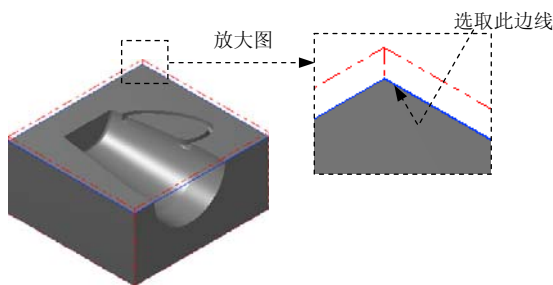

图 21.16 选取切削范围边线
(3) 设置加工边界。在 **边界范围** 区域中单击  按钮, 系统弹出“串连选项”对话框。在图形区中选取图 21.16 所示的边线, 单击  按钮, 系统返回至“刀具路径的曲面选取”对话框。
(4) 单击  按钮, 完成加工区域的设置, 同时系统弹出“曲面粗加工等高外形”对话框。